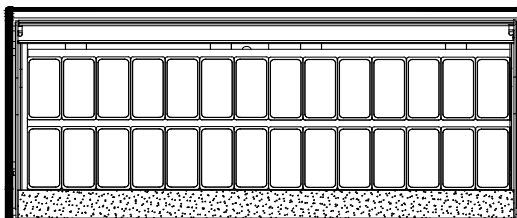

Рис.3 Расположение контейнеров VGN в «Aruba»
2. Установить контейнеры VGN согласно Рис.2 (стр.32) или Рис.3 (стр.32)